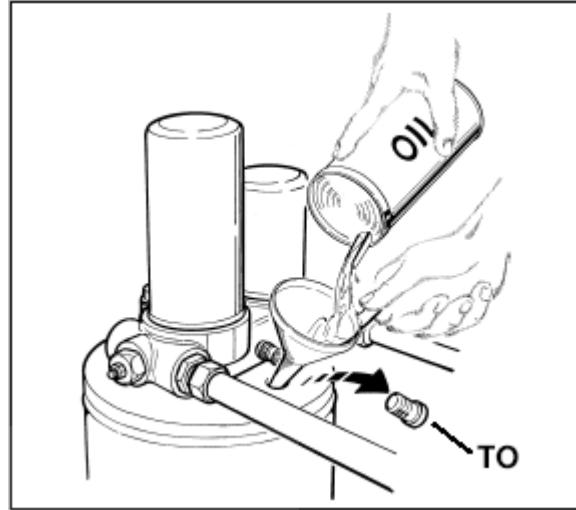

рис.15.
- Открутить пробку маслоналивной горловины **TO**, не потеряв при этом прокладку (**рис.15**). Используя воронку, залейте масло (**рис.15**).